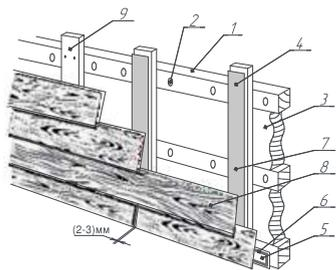
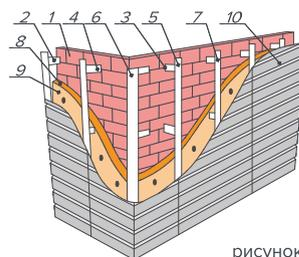

рисунок 6
рисунок 4
8.7. Сайдинг крепится к вертикальным брусам деревянной обрешетки (рисунок 6 поз. 8) либо к направляющим профилям металлической обрешетки (рисунок 4 поз. 5, 6, 7). Каждая плита сайдинга должна быть закреплена на каждом вертикальном брусе (профиле) обрешетки.
8.8. Монтаж сайдинга начинать снизу стены, где устанавливается стартовая планка (рисунок 6 поз. 6; рисунок 7) шириной 30 мм и толщиной равной толщине плиты сайдинга, которая в дальнейшем задает угол наклона всего сайдинга. На нее устанавливается первая плита сайдинга.
8.9. При стыковке сайдинга должен быть выдержан технологический зазор между торцами плит сайдинга (2-3 мм) (рисунок 6).
Внизу цокольной части фасада воздушный зазор следует закрыть перфорированным металлическим профилем. Его крепят между вертикальными брусами обрешетки и сайдингом (рисунок 6, поз. 5; рисунок 8).
6.2.2. Толщина брусков вертикальной обрешетки должна быть не менее 40 мм. В местах стыковки сайдинга используется вертикальный брусок шириной не менее 90 мм (рисунок 3), защищенный герметизирующей лентой EPDM (рисунок 6, поз 7).
6.2.3. Бруски вертикальной обрешетки крепятся непосредственно к брусьям горизонтальной обрешетки с помощью двух саморезов на одно пересечение (рисунок 6. Поз 9). Расстояние между центрами брусков должно быть не более 600 мм.
7.1.1. Крепление кронштейнов (рисунок 4, поз.2) к стене осуществляется крепежными элементами (рисунок 4, поз.4). Подбор типа крепежных элементов осуществляется в зависимости от прочности материала стены.
Перед монтажом под каждый кронштейн через крепежный элемент устанавливается паронитовая прокладка (рисунок 4, поз.3) в качестве теплоизоляции с целью исключить возможность образования «мостика холода».
7.1.3. После монтажа всех кронштейнов на фасад укладывается утеплитель (рисунок 4, поз.8). Для этого в нем ножом делаются сквозные прорезы, в которые продеваются выступающие пластины кронштейнов, после чего утеплитель закрепляется, как указано в пункте 7.1.7. настоящей инструкции.
7.2.1. Прежде чем приступить к монтажу направляющих профилей, необходимо определиться, каким рисунком (раскладкой) будет монтироваться сайдинг, так как от этого будет зависеть, в какие места обрешетки какого вида профили нужно установить. В местах стыковки сайдинга используются Т-образные профили (рисунок 4, поз. 5), Г-образные профили (рисунок 4, поз. 7) используются в качестве поддерживающих, опорных профилей. Варианты возможных раскладок сайдинга приведены на рисунке 3.